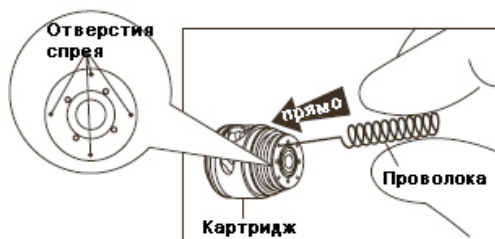

Рис. 9
- 2) Ввести проволоку для очистки в отверстие спрея под прямым углом. (Рис. 9).